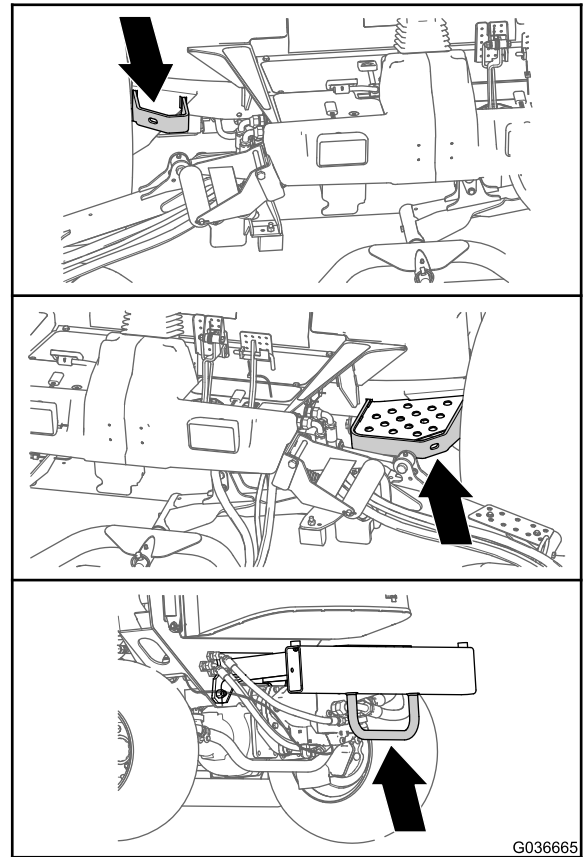

図 38
- フレームの左右それぞれの側、運転台の脇 (図 38)
- 後バンパー上 (図 38)